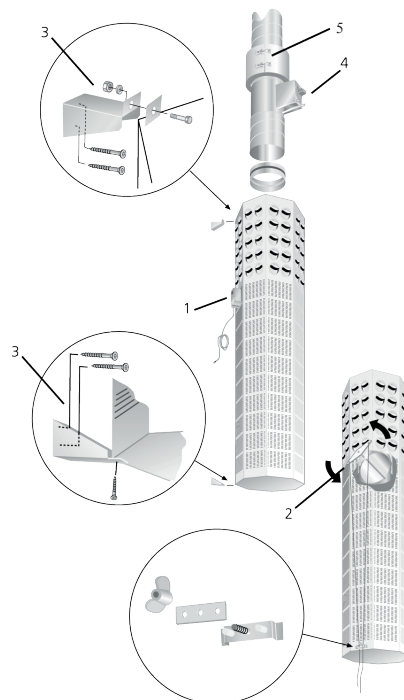

Рис. 1. Монтаж.
ВН-МАТ предназначен для помещений с высокими потолками, таких как крупные магазины, промышленные предприятия, спортивные залы и т.п. Он имеет форму восьмигранной призмы. Верхняя секция терминала оснащена нашими уникальными аэродинамическими дисками, нижняя - имеет перфорированную съемную переднюю панель, внутри которой расположен лист с адаптивной распределительной системой. Дисконная и перфорированная секции разделены заслонкой, управляемой вручную (2), см. рис.1. ВН-МАТ монтируется у стены или колонны с помощью кронштейнов, поставляемых вместе с терминалом.
Кронштейны (3), монтируемые к стене, а затем к ВН-МАТ, входят в комплект поставки. См. рис. 1.
Сначала они крепятся к стене, а затем к устройству ВН-МАТ, исполнение См. рис. 1. ВН-МАТ с заслонкой - ручной привод заслонки